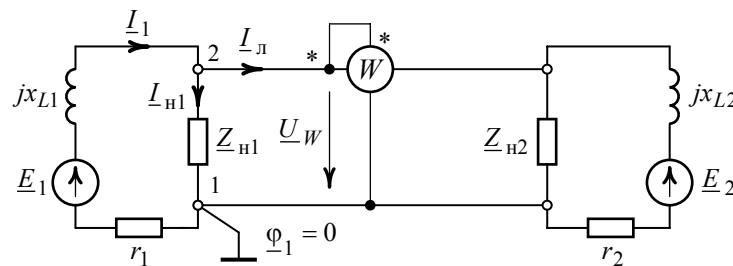

Рис. 8.16
Источники ЭДС E_1 и E_2 с присоединенной нагрузкой $Z_{\text{н1}}$ и $Z_{\text{н2}}$ образуют две части схемы, соединенные двухпроводной линией (рис. 8.16). Определить направление передачи энергии через линию от одной части схемы к другой. Дано: $\underline{E}_1 = 240e^{j230^\circ}$ В, $\underline{E}_2 = 240e^{-j120^\circ}$ В, $r_1 = r_2 = 2$ Ом, $x_{L1} = x_{L2} = 4$ Ом, $\underline{Z}_{\text{н1}} = 25$ Ом, $\underline{Z}_{\text{н2}} = 15$ Ом.
1. Допустим, что в применении к схеме (рис. 8.16) мощность передается по двухпроводной линии от левой части схемы к правой. Этим определен выбор положительного направления тока в линии $\underline{I}_\text{л}$ и соответствующее включение ваттметра для измерения активной мощности, передаваемой слева направо (рис. 8.16).
3. Интересующие в схеме (рис. 8.16) комплексы действующих значений токов:
Активная мощность имеет отрицательное значение, следовательно, направление передачи энергии через линию осуществляется от правой части схемы (рис. 8.16) к левой.